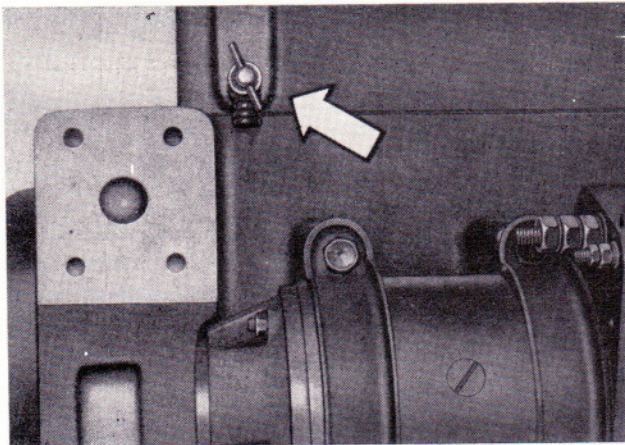

Bild 21
- Kühlmittel am schwungradseitigen Zylinderblock (Auspuffseite) ablassen (Bild 21).